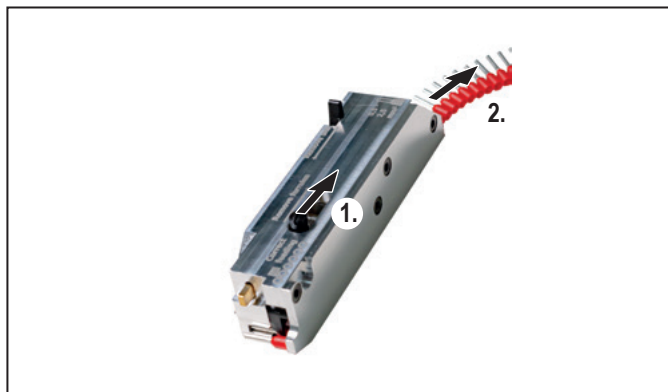

Bild 6.5 Aderendhülsen entfernen
- Lösen Sie die Verriegelung der Transporteinheit und ziehen Sie den Aderendhülsengurt heraus, siehe Bild 6.5.